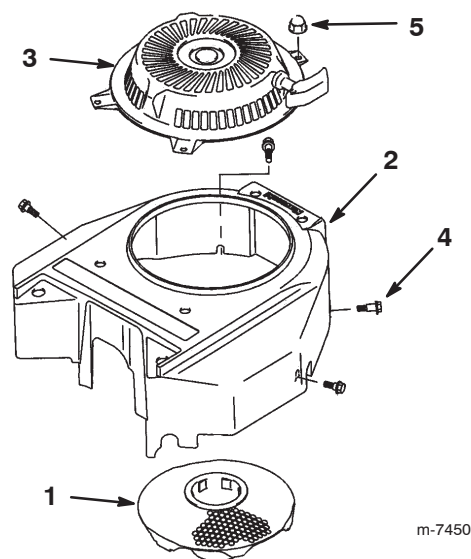

Figure 29
3. Déposez la grille d'entrée d'air, le lanceur et le boîtier du ventilateur (Fig. 29).